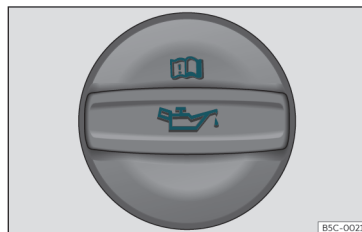

Fig. 216 Vano motore: tappo del bocchettone di rifornimento dell'olio motore.
- Svitare il tappo del bocchettone di rifornimento dell'olio motore »» fig. 216.